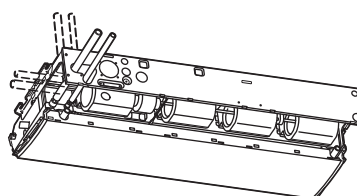

Fig. 3-19
- Les positions des connexions de tube de réfrigérant sont indiquées dans la figure ci-dessous. (Le tube peut être acheminé en 3 directions.) (Fig. 3-19)
- * Si la durite de vidange est acheminée par le côté gauche, se reporter à la Fig. 3-19, et suivre la procédure ci-dessus pour installer la durite. Remonter la butée en caoutchouc déposée plus tôt sur le côté droit. La butée en caoutchouc peut être facilement insérée en utilisant un tournevis ou un outil similaire pour la pousser dans la lumière de vidange située sur l'unité principale. Presser la butée dans la lumière de vidange d'unité principale jusqu'à ce qu'elle vienne en butée.